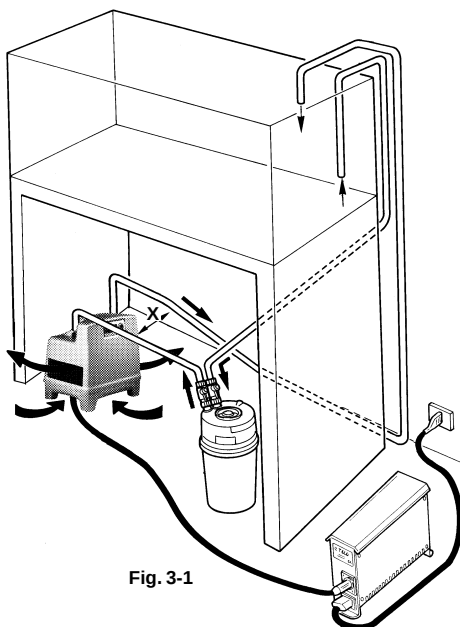

Fig. 3-1
Il climatizzatore va posto vicino all'acquario in una posizione che ne permetta l'aerazione, lontano da fonti di calore, tenendo le griglie d'espulsione dell'aria, distanti almeno 20 cm da qualsiasi ostacolo (Rif. X - Fig. 3-1 / 3-2).
Place the conditioner next to the aquarium, in a ventilated place and away from sources of heat, taking care that the ventilation grilles are at least 20 cm from any obstacle. (Ref. X - Fig. 3-1 / 3-2).
Das Klimagerät muss in der Nähe des Aquariums entfernt von Wärmequellen derart aufgestellt werden, dass seine ausreichende Belüftung gewährleistet ist. Die Luftaustrittsgitter müssen einen Mindestabstand zu einem beliebigen Hindernis von 20 cm haben (Pos. X - Abb. 3-1 / 3-2).
Le climatiseur doit être placé près de l'aquarium dans une position qui permettra son aération, loin de sources de chaleur, en tenant les grilles d'évacuation de l'air à une distance d'au moins 20 cm de tout obstacle (Réf. X - Fig. 3-1 / 3-2).
El climatizador debe ser instalado en proximidad del acuario, en posición aireada, alejada de fuentes de calor, manteniendo las rejillas de expulsión del aire a una distancia mínima de 20 cm respecto de cualquier obstáculo (Ref. X - Fig. 3-1 / 3-2).
O aparelho de climatização deve ser colocado perto do aquário em uma posição que permita a ventilação, longe de fontes de calor, mantendo as grelhas de expulsão do ar, distantes pelo menos 20 cm desde qualquer obstáculo (Ref. X - Fig. 3-1 / 3-2).
- 4 Collegare i tubi come da schemi (Fig. 3-1 / 3-2), avendo cura che l'acqua che entra nel climatizzatore sia già filtrata
- 4 Connect the tubes as in the diagrams (Fig. 3-1 / 3-2), ensuring that the water arriving at the conditioner is already filtered
- 4 Die Schläuche nach Plan (Abb. 3-1 / 3-2) anschließen; hierbei darauf achten, dass das in das Klimagerät einlaufende Wasser schon gefiltert ist
- 4 Raccorder les tuyaux comme sur les schémas (Fig. 3-1 / 3-2), l'eau qui entre dans le climatiseur doit déjà être filtrée
- 4 Conectar los tubos de la forma ilustrada en los esquemas (Fig. 3-1 / 3-2), cuidando que el agua que entra en el climatizador esté ya filtrada.
- 4 *Ligue os tubos como ilustrado nos esquemas (Fig. 3-1 / 3-2), tomando cuidado para que a água que entra no aparelho de climatização seja já filtrada*